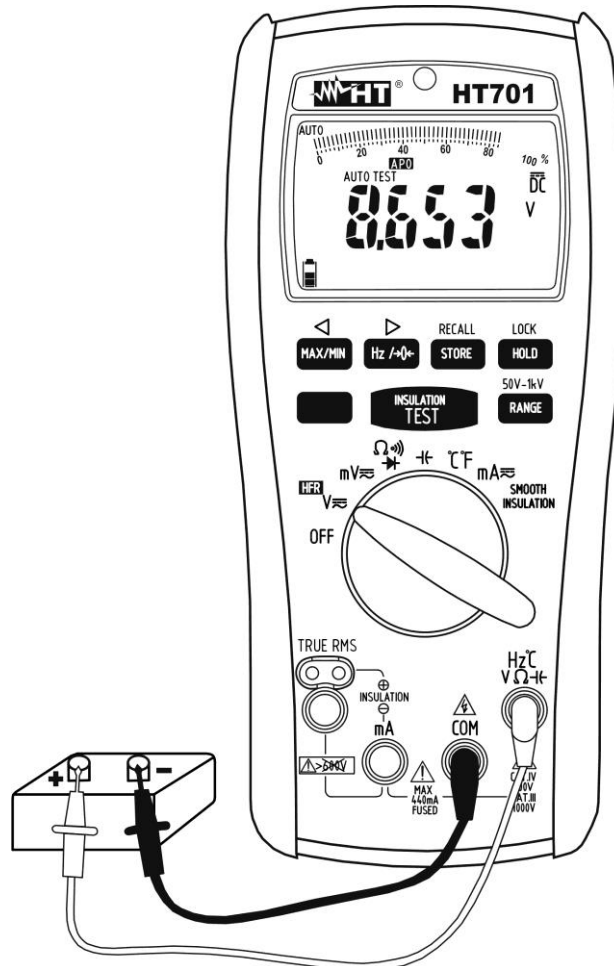

Fig. 2: Uso dello strumento per misura di Tensione DC
4. Inserire il cavo rosso nel terminale di ingresso **Hz CV Ω Hz** e il cavo nero nel terminale di ingresso **COM** (vedere Fig. 2).
7. La visualizzazione del simbolo "-" sul display dello strumento indica che la tensione ha verso opposto rispetto alla connessione di Fig. 2.